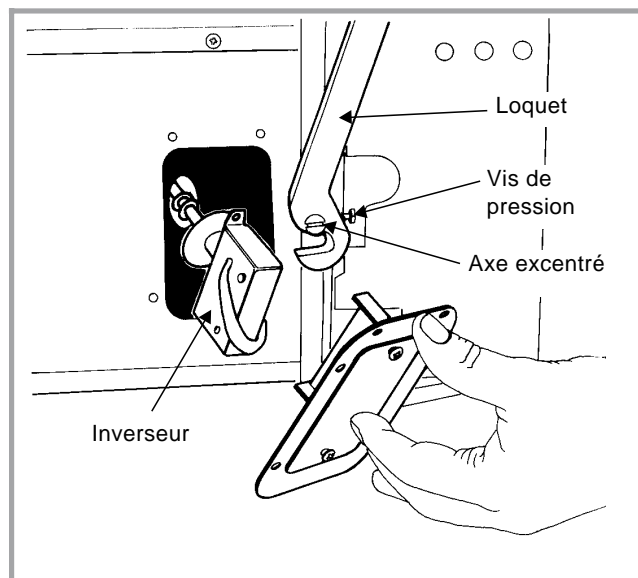

Fig. 14 - Accès à l'inverseur thermique
- verrouiller le brûleur sur le corps de chauffe et vérifier l'étanchéité du joint ; parfaire l'étanchéité en agissant sur l'axe excentré des loquets de verrouillage (fig. 14).